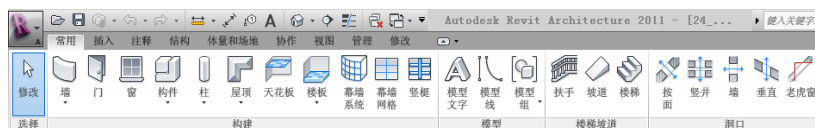
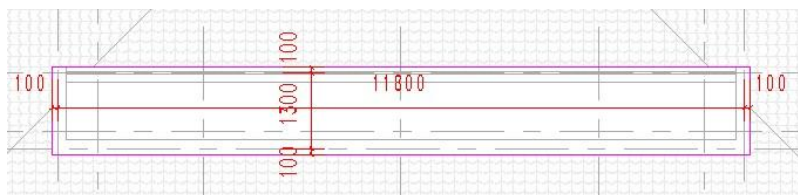

图 4-52
图 4-53
- 10) 在“常用”选项卡下“洞口”面板中选择“垂直洞口”，选择洞口剖切主体——“屋顶”，进入洞口的轮廓绘制界面，然后绘制（如图 4-52 所示）的闭合轮廓线，点击“完成洞口”，完成轮廓编辑，当弹出图示对话框时，点击“确定”（如图 4-53 所示）。